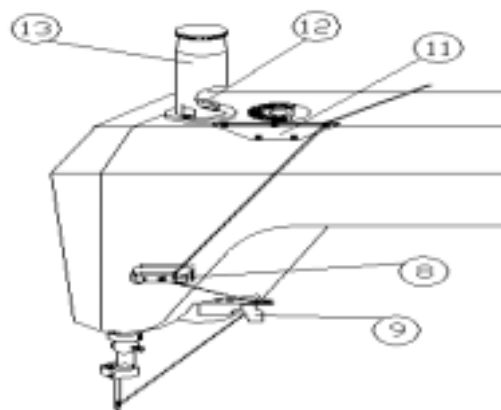
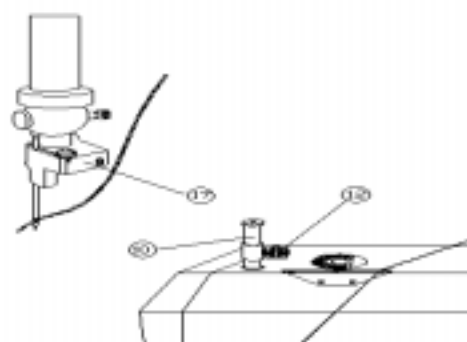

FIG. 2
FIG. 3
- Montez l'aiguille de la machine, et faites sa rainure faire face à l'opérateur. Montez la languette de l'oeil-abri (18), et fait la pointe de la languette au-dessous de la rainure de l'aiguille au sujet de 0.8-1.2mm. FIG. 2.
- Tenez à la main la fin du fil et faites-le à travers la fil freinage tension unité et alors le coupeur du fil comme fait entrer le FIG. 3. Pressez légèrement en arrière la pédale avec le talon, la languette soulèvera et la rainure de l'aiguille ouvrira. Mettez le fil dans la rainure de l'aiguille. FIG. 2.
- Le fil devrait émerger du printemps de la tension (8) et traverse le coupeur (9) a situé sous la tête, comme fait entrer le FIG. 2. Tirez-le à gauche à un maximum de 90 centimètre. Chacun enfiler ne devrait jamais dépasser cette durée.
- Enfiler avec machine du mouvement manuelle sans mécanisme du languette-levage. Apportez la machine dans l'enfilant place en pressant sur la pédale (6) avec le talon. Dans cette place, utilisez la main droite pour élever la casquette réglable (10) donc comme libérer l'oeil de l'aiguille de la languette. Introduisez le fil dans la rainure fermera la rainure dans l'oeil de l'aiguille. FIG. 3.
La pression du pied du presser peut être ajustée pour adapter à la structure. Cette pression devrait être ajustée donc comme assurer le transport constant et sûr de la structure sans dégât. Tourner le régulateur comme les aiguilles d'une montre augmente la pression, en le tournant anti comme les aiguilles d'une montre le réduit. FIG. 2.